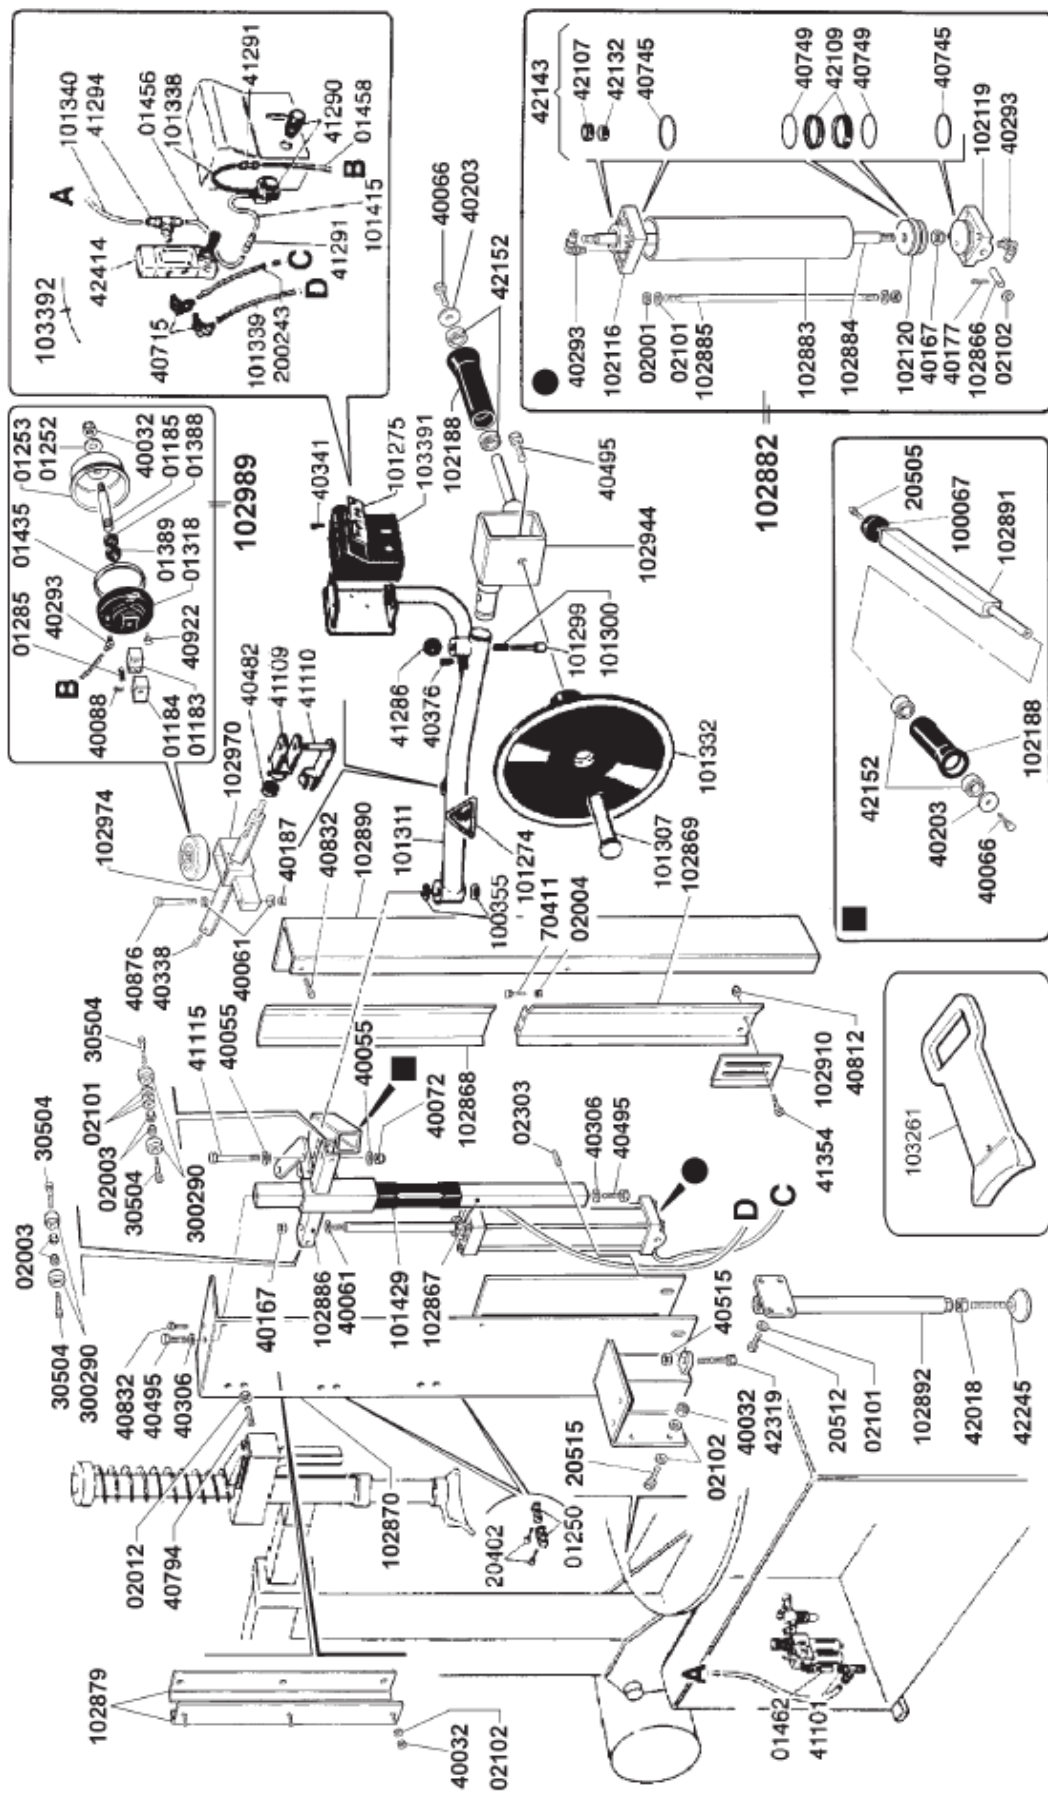

Рис. 33
- подвести длинный ролик к верхней грани диска (он будет использоваться как опора) с небольшим усилием. Вращать поворотный стол, пока кромка покрышки не займет правильное положение в опорной канавке диска (рис. 33). При этом удобно использовать монтировку. **Необходимо быть предельно осторожным, чтобы не повредить шину или диск!**